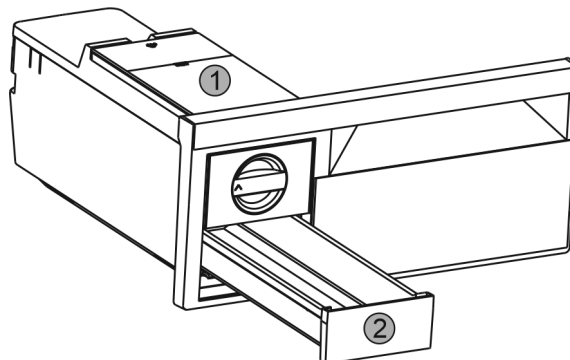

Fig. 55
- Извадете резервоара за вода Fig. 55 (1) и чекмеджето за ледени кубчета Fig. 55 (2).